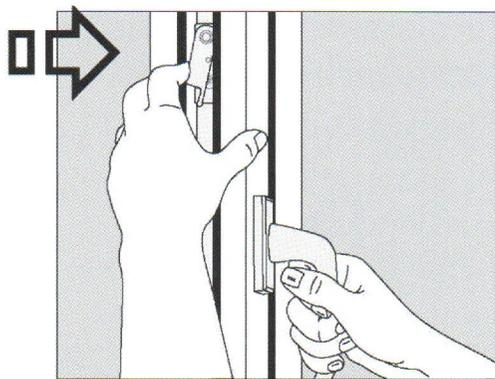

Рис. 5
2. Одной рукой нажмите на рычаг блокировщика (рис.5), расположенного на створке в области ручки, а второй рукой поверните ручку в горизонтальное положение. Ножницы на створке и раме должны соединиться.